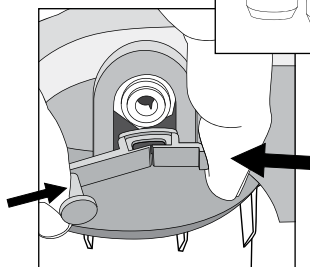

Рис. 5
- Для того, чтобы перевесить крючок, необходимо надавить на оба его конца и извлечь из крепежного отверстия (**рис. 5**).